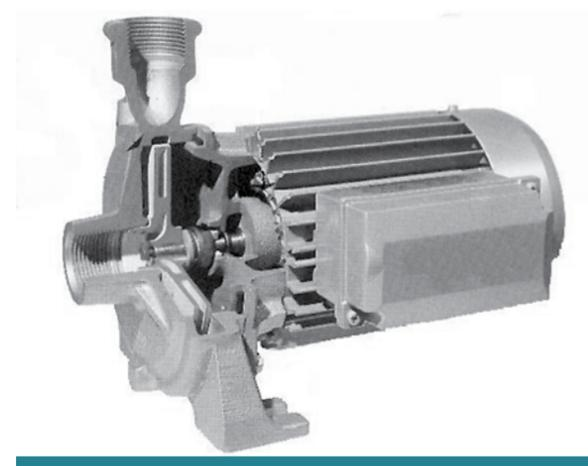

Figura 1. MET acoplado a una bomba centrífuga
- » en forma directa cuando forma parte del equipo (figura 1);